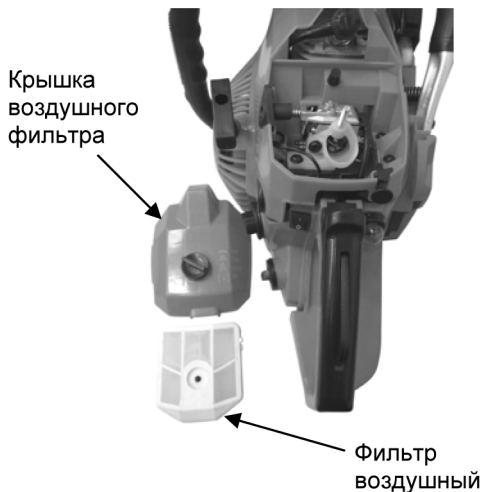

Рис. 15
2. Снимите воздушный фильтр (рис. 15).